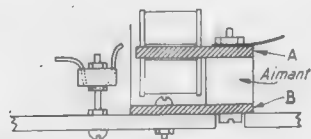

Fig. VI-18. — Coupe du sélecteur monté.
3. Montage du sélecteur : monter la bobine sur la pièce A. Assembler avec B et l'aimant grâce au boulon de 2,5 mm. Disposer sous l'écrou une cosse à souder (voir fig. VI-18). Régler l'entrefer aux environs de 8 à 10/10 mm. Aligner les lames par torsion à la base.
La pièce C est supportée par 2 boulons de 2,5 mm et bloquée sur le support général du récepteur, comme l'ensemble du circuit magnétique (fig. VI-18). L'intervalle pointes-lames est à régler aux environs de 2/10 mm. Prévoir à cet effet des trous oblongs sur la plaque de base. Corriger les petits écarts par déformation du fil d'Ag. Le point de contact se fait à 2,5 mm de l'extrémité de la lame.